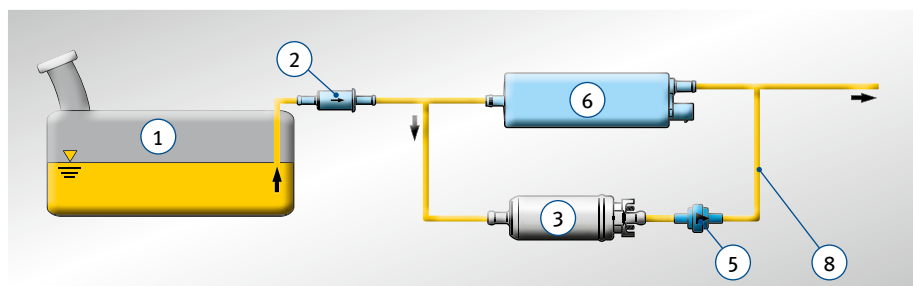

Рис. 5: монтаж насоса E1F в дополнение к имеющемуся топливному насосу
Рис. 5: при использовании насоса E1F в дополнение к имеющемуся механическому или электрическому топливному насосу увеличивается объемный поток. В обход имеющегося топливного насоса (6) необходимо проложить байпас (8).